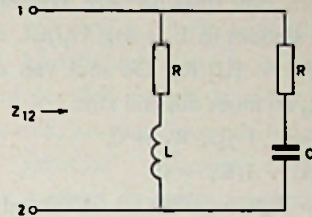

Fig. 3
- 2 Over de klemmen 1 en 2 van fig. 3 staat een sinusoidale wisselspanning met een hoekfrequentie ω .